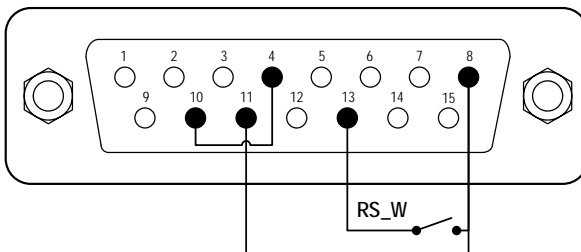
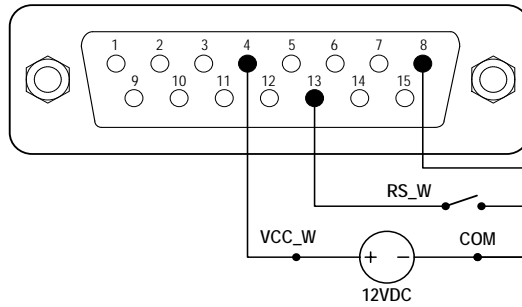

Abbildung 15. Logikpegel-1-Steuerung mit interner 12V-Stromquelle
Abbildung 16. Logikpegel-1-Steuerung mit externer 12V-Stromquelle
- 1) Schalten Sie die Pumpe aus. Verdrahten Sie den DB15-Stecker wie in Abbildung 15 oder Abbildung 16 und verbinden Sie ihn mit dem DB15-Anschluss auf der Rückseite der Pumpe.